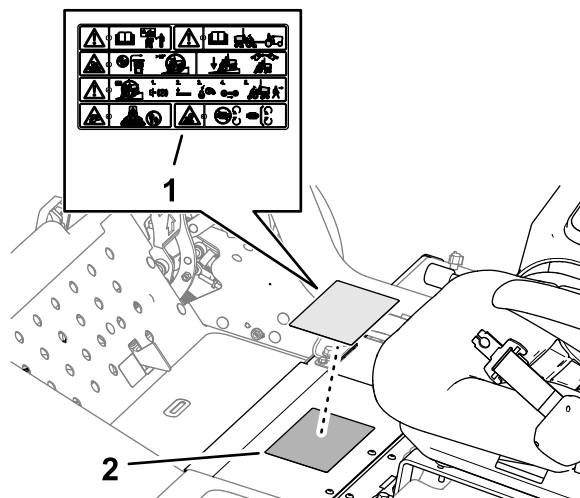

図 24
1. 標準警告デカルをアルコールできれいに拭いて乾燥させる図 24。
2. CE デカル P/N 138-1186の裏紙をはがし、図 24のように標準デカルの上から貼り付ける。